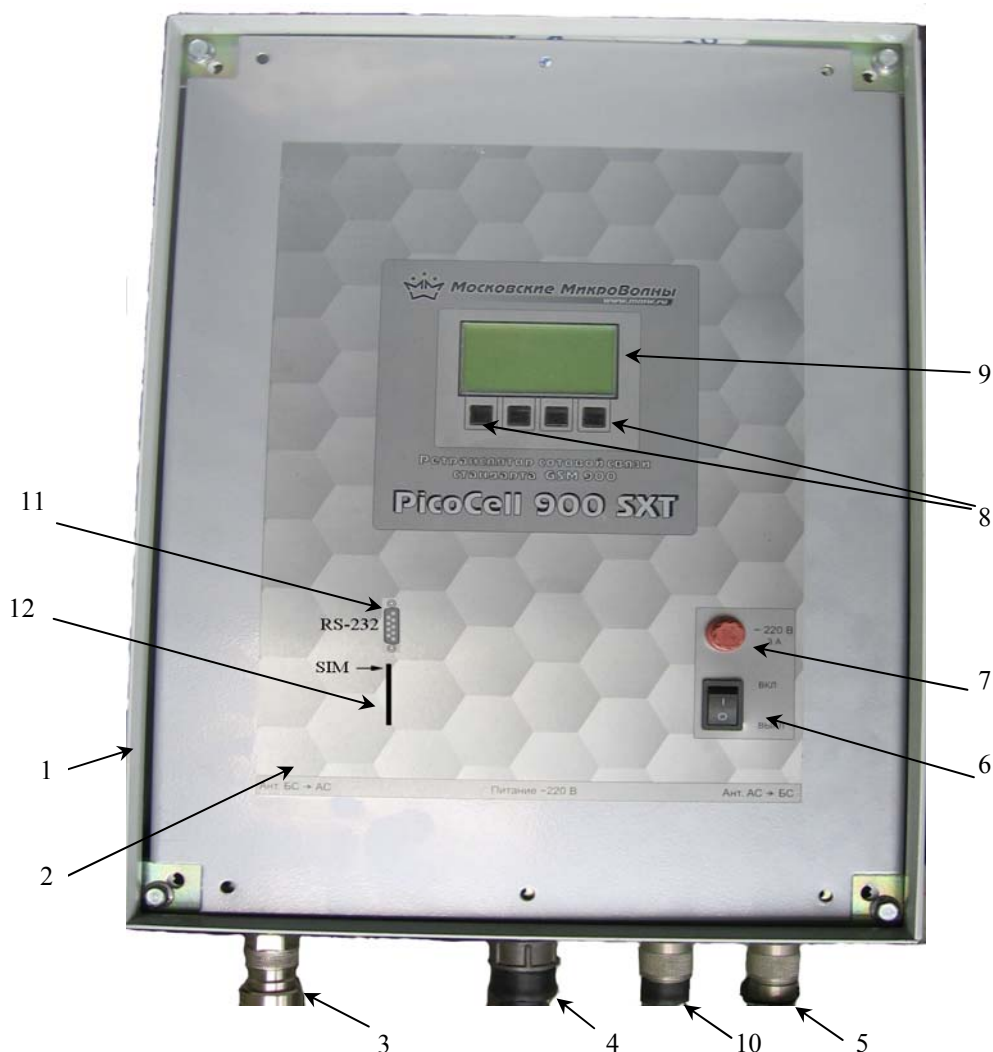

Рис.1 Ретранслятор *PicoCell 900 SXT*
Внешний вид ретранслятора *PicoCell 900SXT* показан на рис.1
3.2.3. Присоедините разъемы кабелей от антенн к соответствующим разъемам ретранслятора (см. рис.1). Внутренние поверхности ВЧ разъемов должны быть чистыми. В случае попадания пыли или влаги внутрь ВЧ разъемов следует перед подсоединением протереть их ветошью или ватным тампоном, смоченным чистым спиртом.